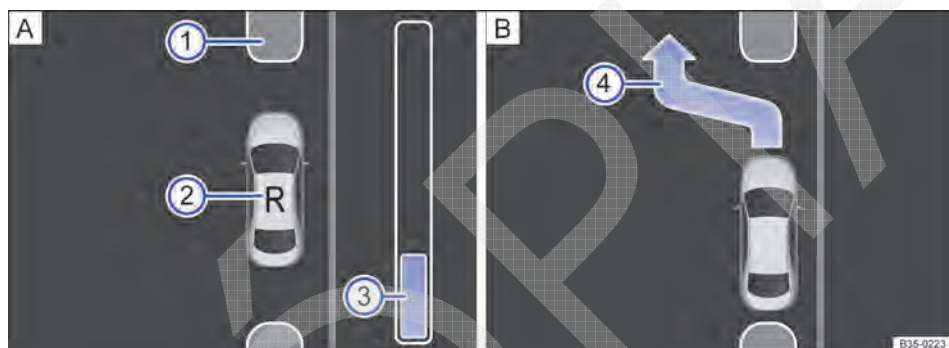

Fig. 165 No display do instrumento combinado: sair da vaga de estacionamento ao longo da pista. A: manobrar, B: sair da vaga de estacionamento.
Legenda para Fig. 165:
6.	Conduzir em marcha à ré até o sinal de alerta contínuo do Park Pilot, OU: até que apareça a solicitação para conduzir para frente no display do instrumento combinado. A barra de evolução ⇒ Fig. 165  A serve como exibição da distancia a ser percorrida ⇒ Página 242.